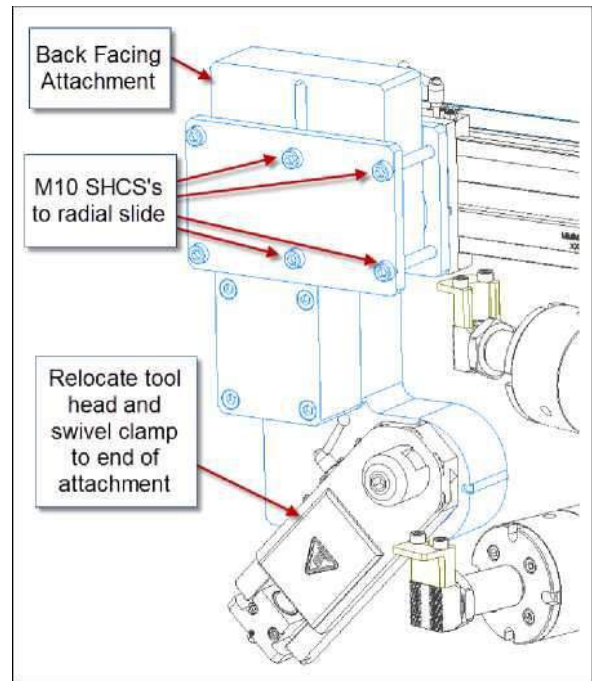

Abbildung 3-43. Installation der rückseitigen Anbringung am Dreharm
6. Installieren Sie den Werkzeugkopf wieder am ringförmigen Aufnahmeplatte unten an der rückseitigen Anbringung (Abbildung 3-43).